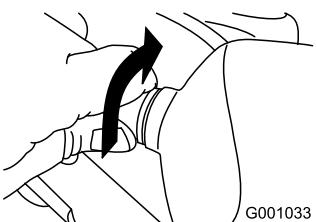

Рисунок 56
- Поверните цоколь лампы против часовой стрелки до упора (Рисунок 56).